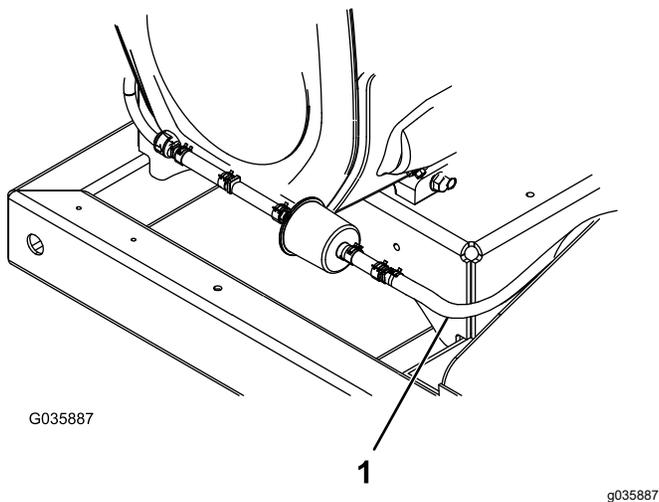

Рисунок 9
10. Присоедините шланг вентиляционной линии к фильтру с угольным элементом, используя ранее снятый шланговый хомут (Рисунок 9).